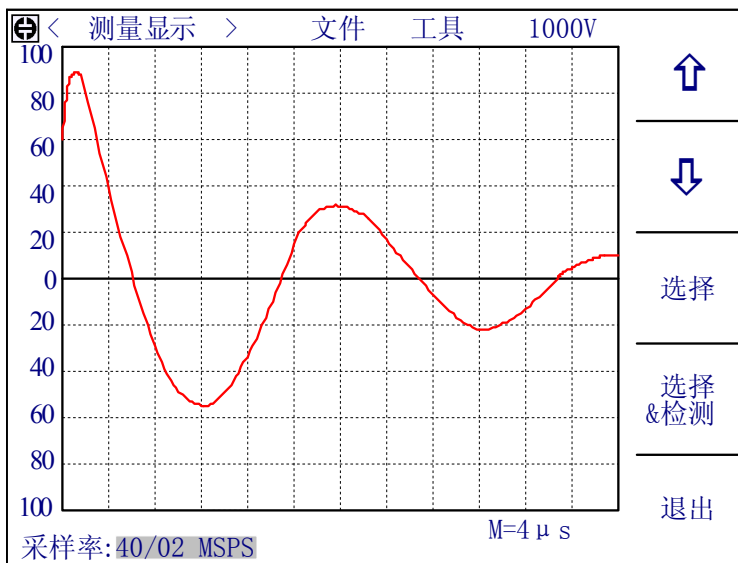

图 4-9 标准波形采样-单次循环
2. 单次循环：按启动键后，仪器测试每个采样率的标准波形，并且两次采样之间不等待时间，同时屏幕中央出现“测试中”信息，此时用户可以按“中止测量”软键退出标准波形采样。全部采样结束后，出现如图 4-9 画面，等待用户的操作，此时的可用软键如下：